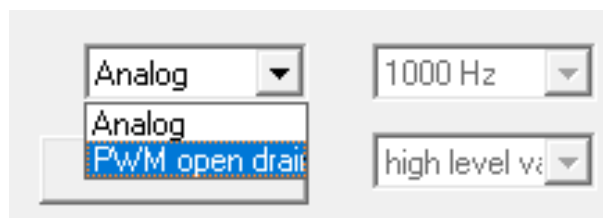

图 6.2.1 PWM 选项
2、确认好输出参数设置后点击下方的 Analog 下拉菜单，选择 PWM 模式输出（图 6.2.1），此时 PWM 选项对应的频率及极性选择下拉菜单会被激活，可以选择需要的 PWM 输出频率及极性，当前设置为 PWM 输出频率为 1000Hz，输出极性为 High level valid。